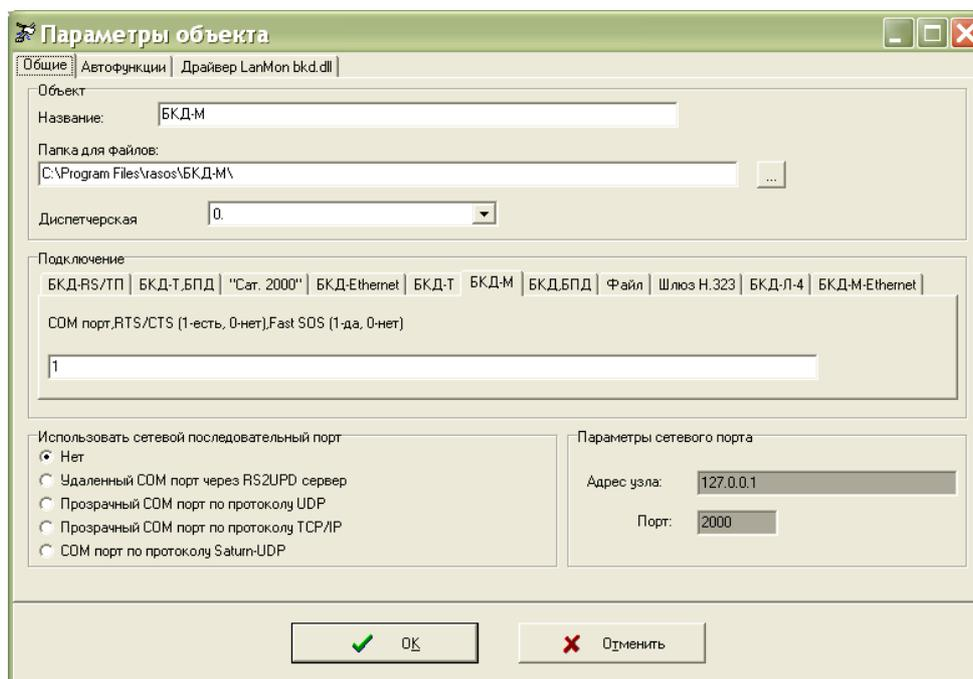

Рисунок 9 - Настройка подключения в RASOS
Создать подключение к БКД-М, указать номер COM порта ПЭВМ, к которому подключен БКД-М (рисунок 9).
Подготовить ПЭВМ к работе и загрузить программу RASOS. Создать подключение к БКД-М, указать номер СОМ порта ПЭВМ, к которому подключен БКД-М (рисунок 9). Выполнить подключение к блоку командой «БКД \ Подключение». Откроется окно, в котором будет указано «БКД-подключен» (рисунок 10).
- 2) Подключиться программой RASOS к блоку БКД-М (рисунок 9).